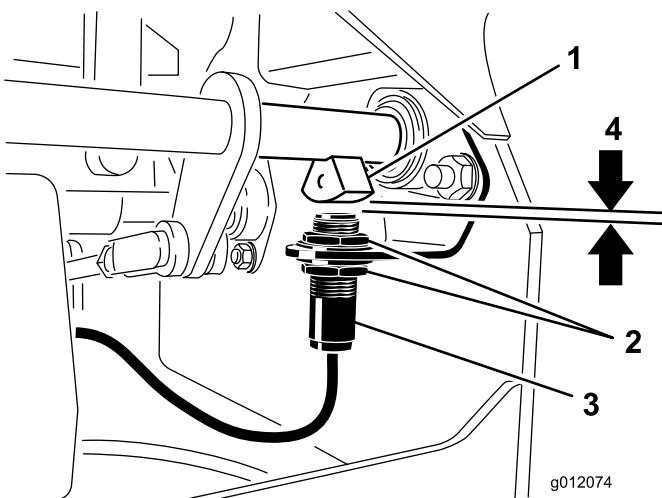

Figure 76
4. Montez ou descendez le contacteur sur le support jusqu'à ce qu'une distance de 3,9 mm (5/32 po) sépare le capteur d'arbre de frein et le plongeur du contacteur (Figure 76).